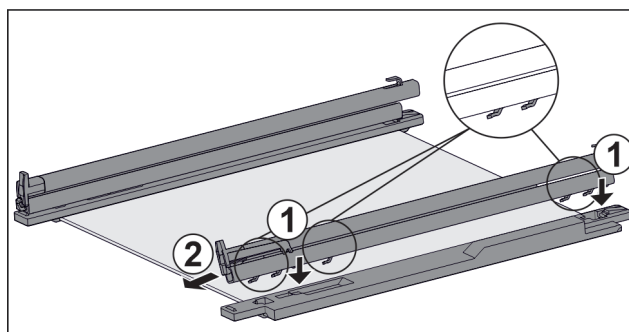

Fig. 137 Staklena ploča s vodilicama i pridržnim dijelovima
- Stavite kuke vodilice na otvore **lijevog** pridržnog dijela. Fig. 137 (1)
- Skinite vodilicu prema naprijed. Fig. 137 (2)
- Stavite kuke vodilice na otvore **desnog** pridržnog dijela. Fig. 137 (1)